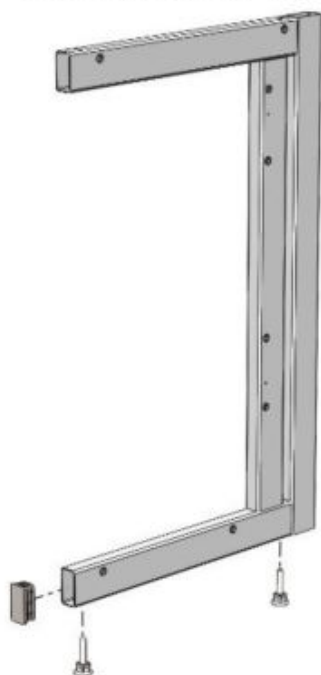

Рис. 1
1. Установить в боковины каркаса регулируемые опоры; вставить в нижние части боковин заглушки 60x30 (Рис. 1)